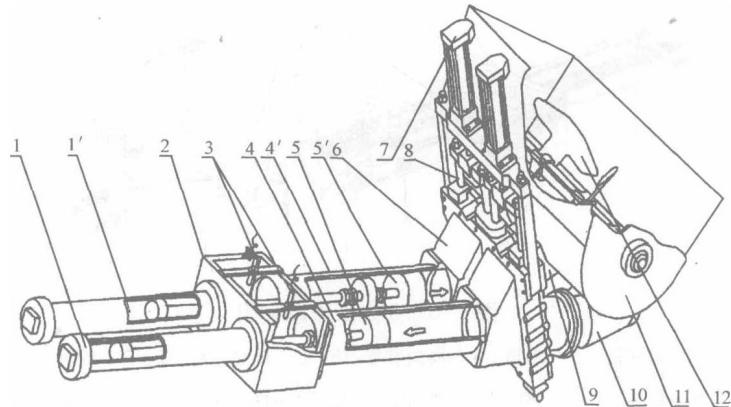

图 1-7 闸板阀泵工作原理图
### (2) 闸板阀泵的泵送原理 (图 1-7)。
泵送混凝土料时（图 1-7，图 1-8a 正泵状态），在主液压缸作用下，混凝土活塞（5'）前进，混凝土活塞（5）后退，同时在闸阀换向液压缸作用下，料斗（11）与混凝土缸（4）相通，Y 形管与混凝土缸（4'）相通，这样，混凝土活塞（5）后退，便将料斗内的混凝土吸入混凝土缸，混凝土活塞（5'）前进，将混凝土缸内混凝土料通过闸阀进入 Y 形管泵出。当混凝土活塞（5）运动至行程